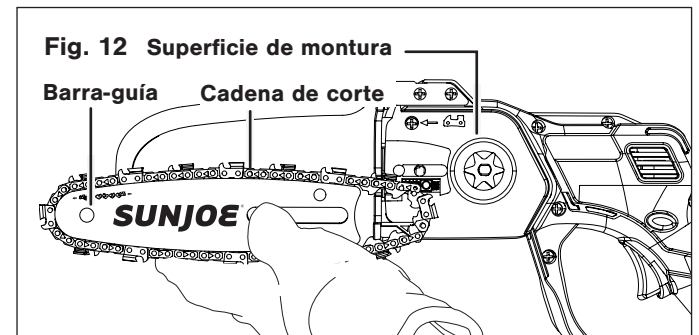

Fig. 12 Superficie de montaje
2. Retire la barra-guía y cadena de la superficie de montaje (Fig. 12).